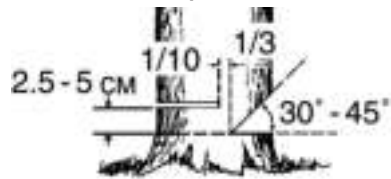

Рис. 9. Расположение запила и пропила
- Сделайте запил с той стороны, куда должно упасть дерево. Глубина запила примерно 1/3 диаметра ствола под углом 30-45° (Рис. 9).